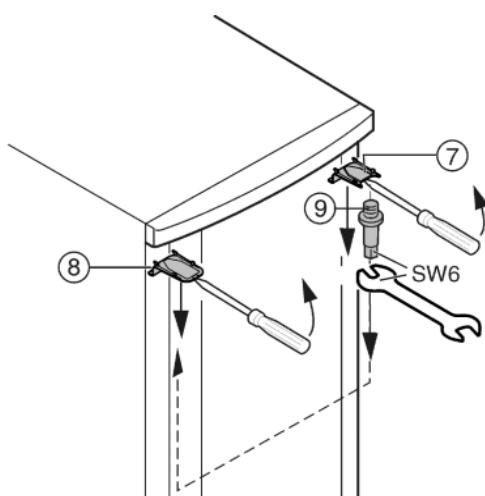

Fig. 6
- ▶ Верхнюю крышку Fig. 6 (7) и крышку Fig. 6 (8) с помощью отвертки выведите вперед из фиксатора и снимите, наклоняя вниз.
- ▶ Выкрутите опорный палец Fig. 6 (9) и вкрутите на противоположной стороне **(с моментом 4 Нм)**.
- ▶ Снова установите крышку Fig. 6 (7) на стороне опорного пальца: насадите сзади, защелкните спереди.
- ▶ Установите крышку Fig. 6 (8) на противоположной стороне: насадите сзади, защелкните спереди.
- ▶ Подвесьте верхнюю часть двери на опорный палец Fig. 6 (9).